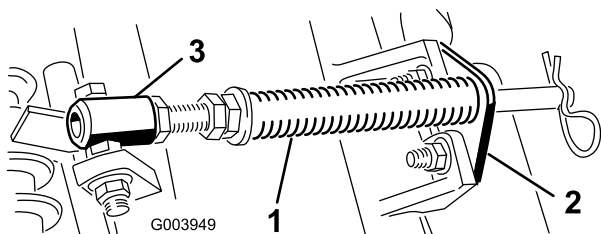

Bild 5
- A. Nehmen Sie die zwei Schlossschrauben und Muttern ab, mit denen die Stangenhalterung an den Nasen des Mähwerks befestigt ist (Bild 5).
- B. Nehmen Sie die Bundmutter ab, mit denen die Schraube des Federrohrs an der Trägerrahmennase befestigt ist (Bild 5). Nehmen Sie das Bauteil ab.